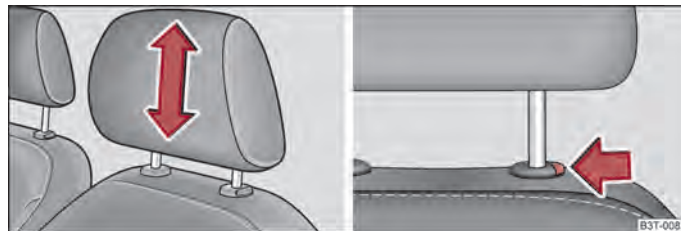

Abb. 59 Kopfstütze: Einstellen / Herausziehen
- Fassen Sie die Kopfstütze seitlich mit beiden Händen an und schieben Sie sie je nach Wunsch nach oben ⇒ Abb. 59 - links.
- Möchten Sie die Kopfstütze nach unten verschieben, drücken und halten Sie die Sicherungstaste mit einer Hand gedrückt ⇒ Abb. 59 - rechts und mit der anderen Hand drücken Sie die Kopfstütze nach unten.
- Drücken Sie die Sicherungstaste in Pfeilrichtung ⇒ **Abb. 59** - rechts und ziehen Sie die Kopfstütze heraus.